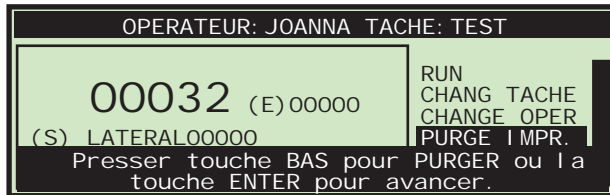

FIGURE 81 : Ecran Marche avec PURGE IMPR.
- 2 Appuyez sur la touche **Enter** plusieurs fois jusqu'à ce que **PURGE IMPR.** apparaisse avec des instructions, comme sur la Figure 81.